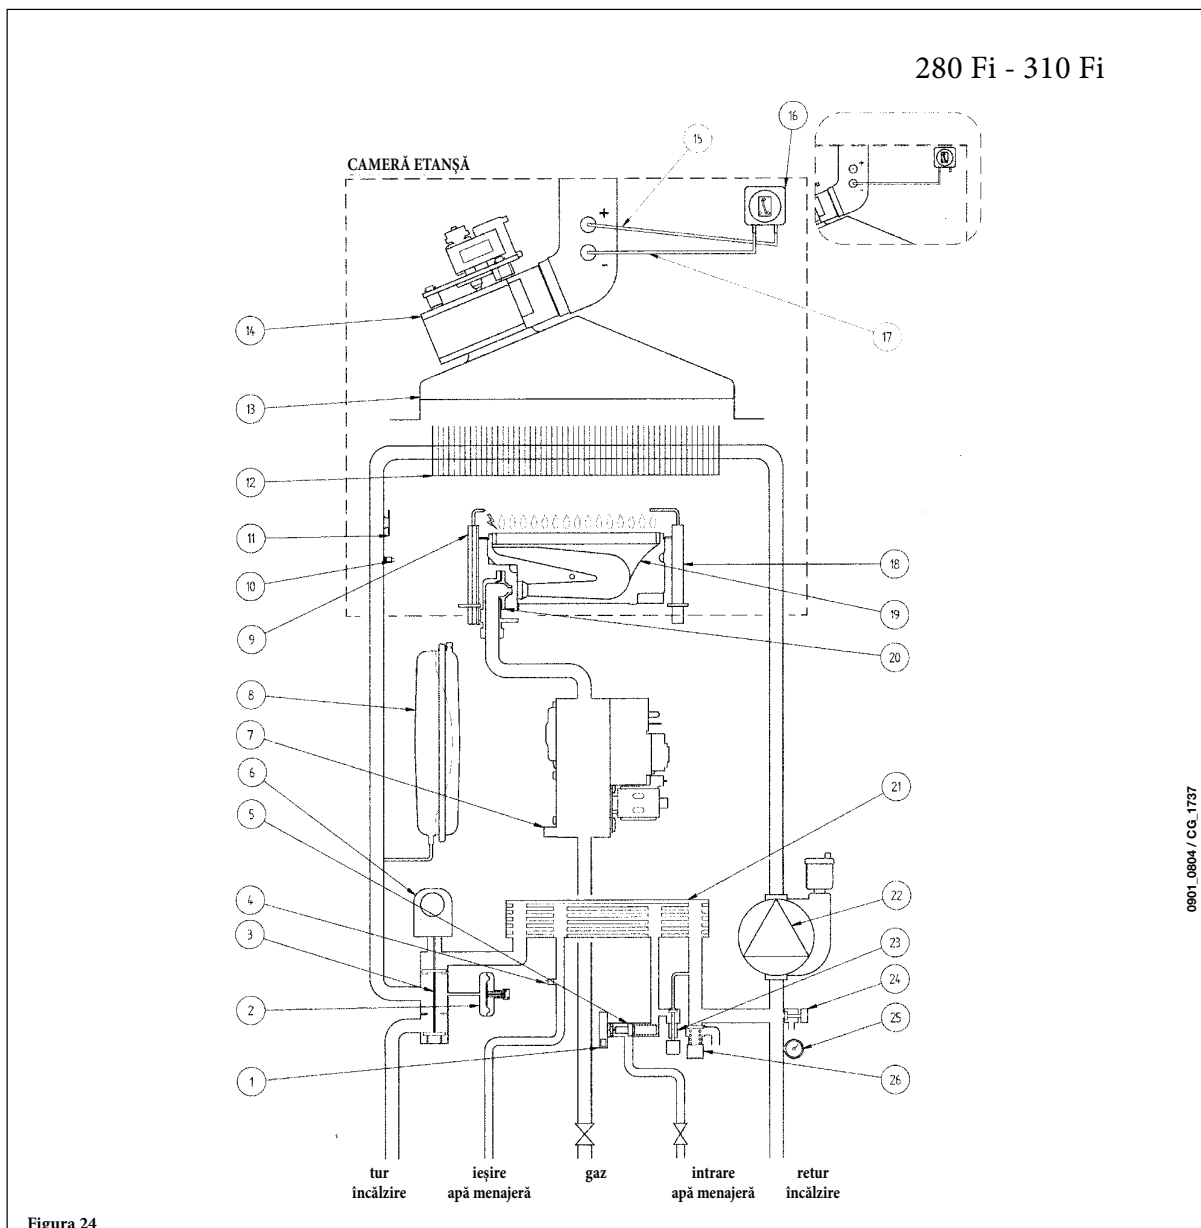

Figura 24
**Notă:** apa caldă menajeră e garantată chiar dacă senzorul NTC (5 - figura 24 - 25) e deteriorat. În acest caz, controlul temperaturii este efectuat prin temperatura din turul centralei.